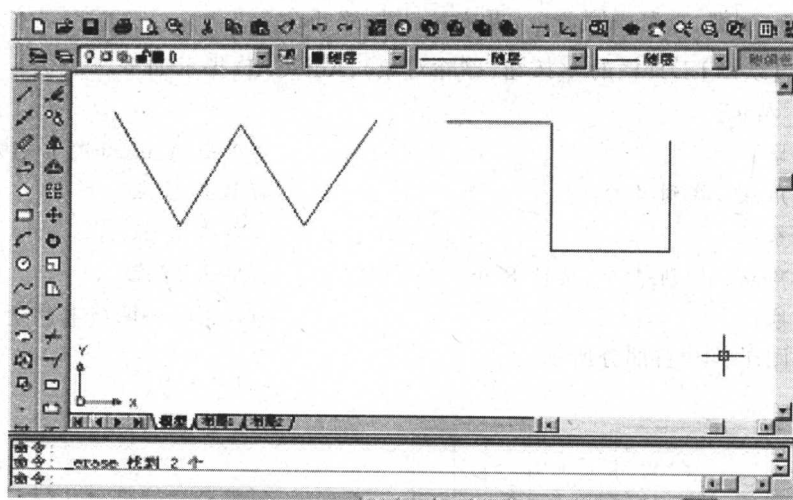

图 1-21 删除对象
8. 选择两个圆,然后单击【绘图】工具栏的  按钮,结果如图 1-21 所示。